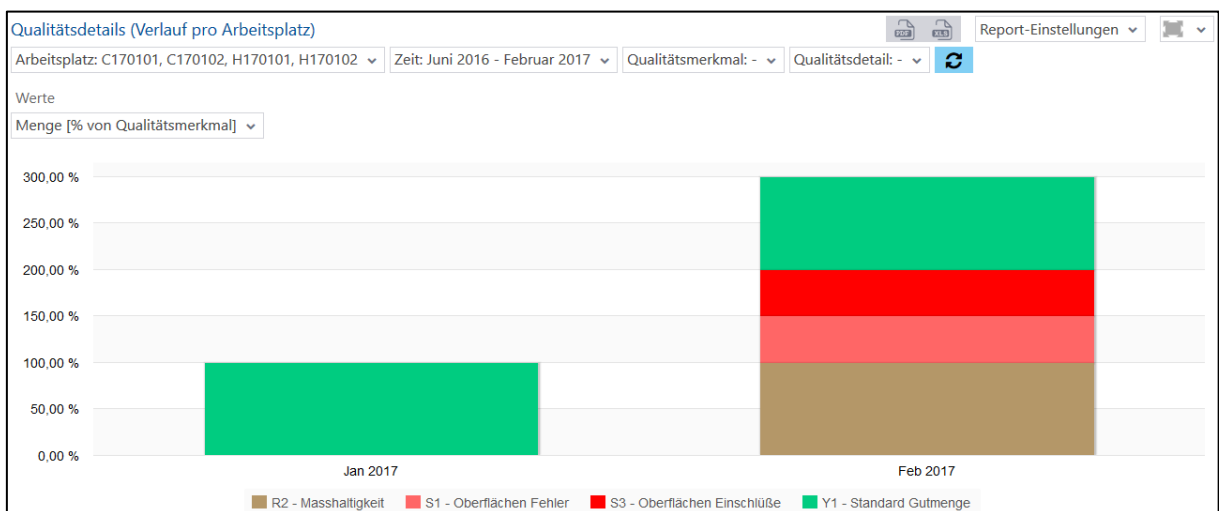

Bild 103: Qualitätsdetails (Verlauf pro Arbeitsplatz) als Säulendiagramm
- Qualitätsdetails (Verlauf pro Arbeitsplatz) als Säulendiagramm (Bild 103):